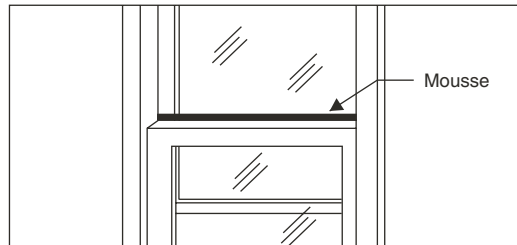

Fig. 18 - Calfeutrage
- Couper une longueur de mousse suffisante pour calfeutrer le cadre de guillotine (à l'intérieur et à l'extérieur, voir Fig. 18).